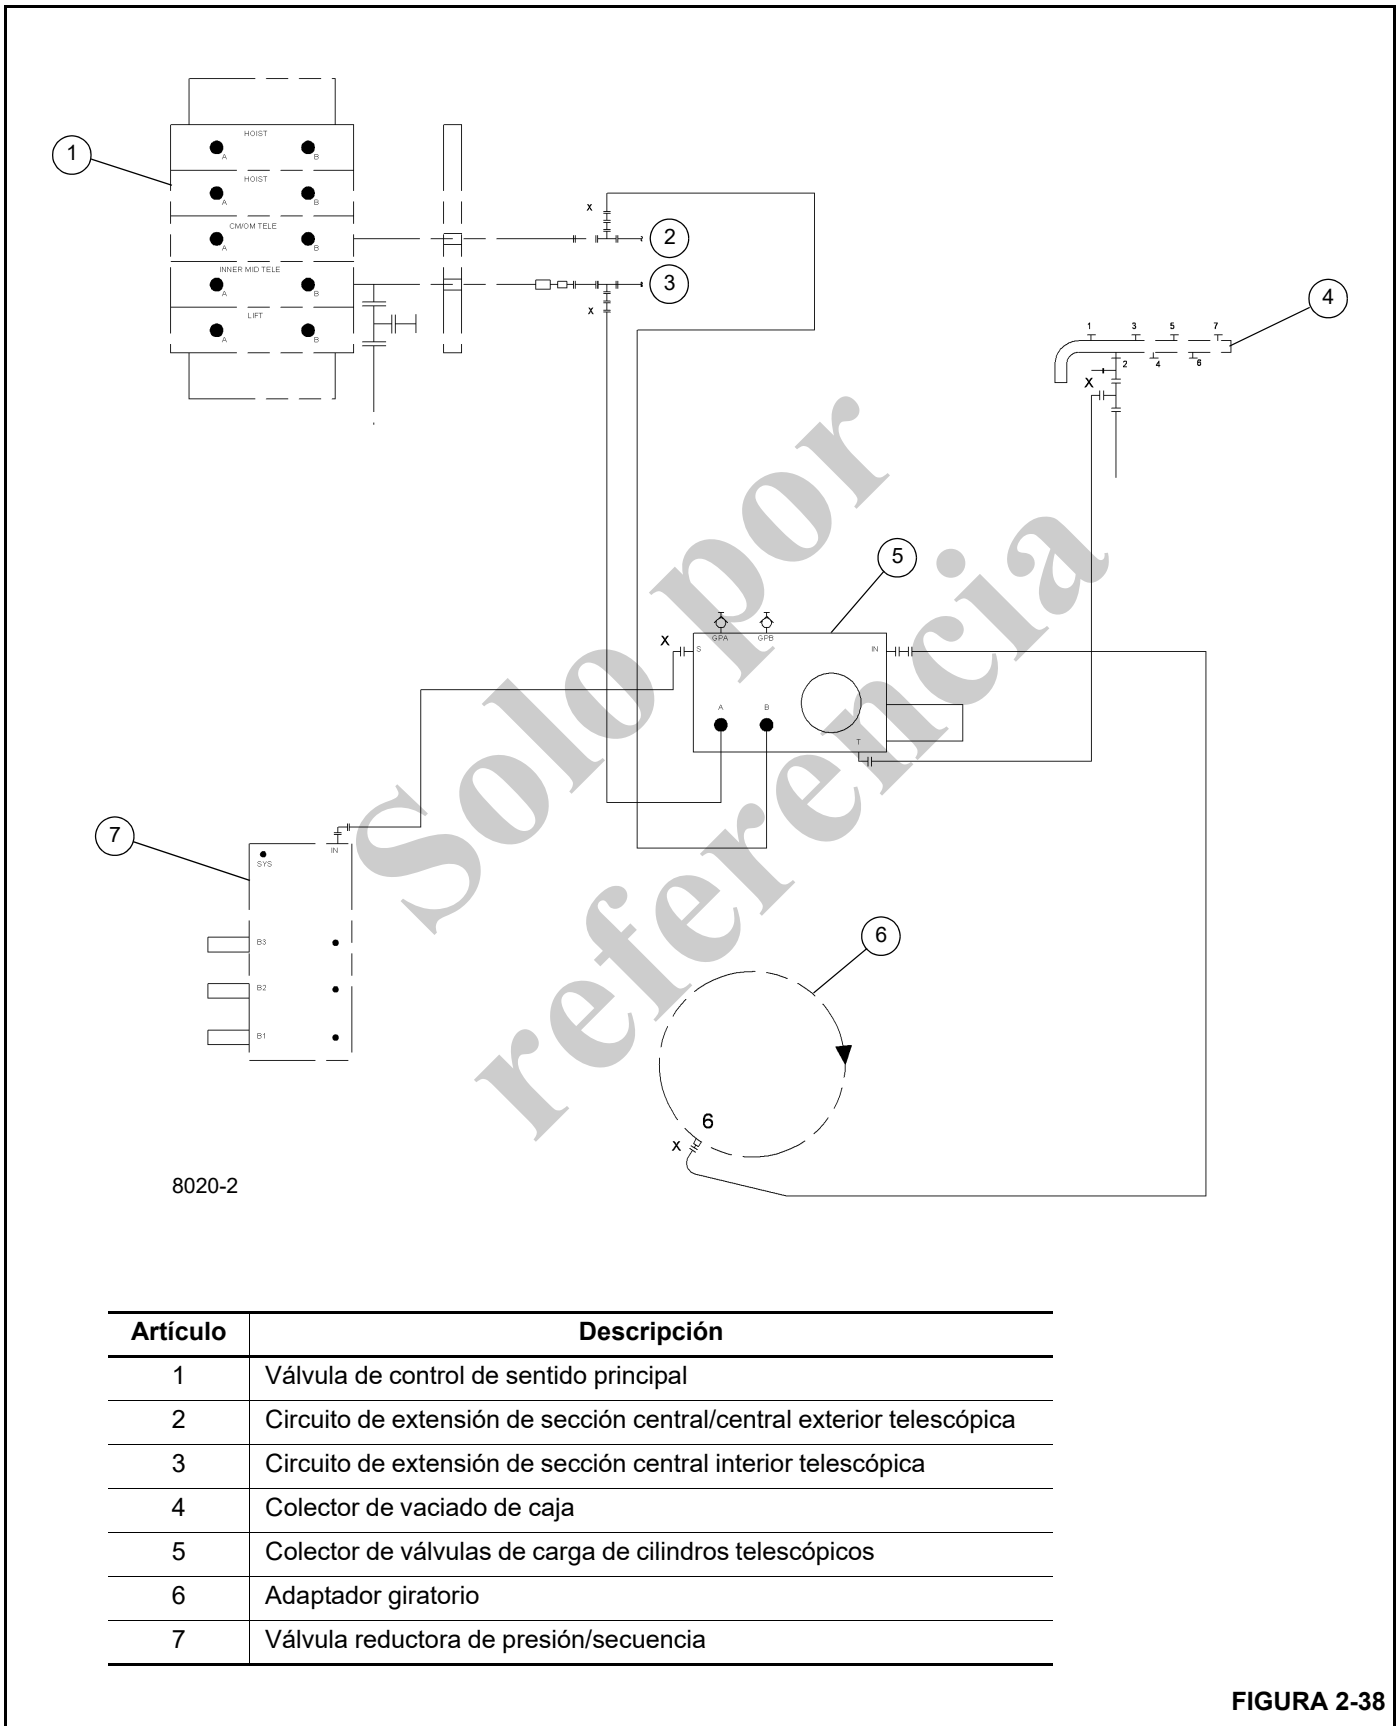

FIGURA 2-38
El colector de válvulas de carga de los cilindros telescópicos evita que la pluma se retraiga debido a la contracción térmica del aceite en los cilindros telescópicos en determinadas circunstancias (consulte *Circuito de telescopización*, página 4-28 para información adicional). El colector de válvulas de carga realiza esta función suministrando aceite a los circuitos de extensión de los cilindros telescópicos cuando la pluma se eleva por encima de los 35 grados. La válvula de solenoide (2) es energizada por el LMI cuando el ángulo de la pluma es mayor que 35 grados, lo que permite que el aceite fluya a través de la válvula reductora de presión (3) y hacia los circuitos de extensión de los cilindros telescópicos. La presión en los circuitos de extensión de los cilindros telescópicos es mantenida por las dos válvulas de retención (4). El interruptor de presión normalmente cerrado (5) está conectado al colector de válvulas de carga y se usa para alertar al operador por medio de un zumbador y un indicador de advertencia cuando la presión en el sistema de carga de los cilindros telescópicos es menor que 6.9 bar (100 psi) aproximadamente. Para un diagrama esquemático del sistema de carga de los cilindros telescópicos, consulte la Figura 2-38.